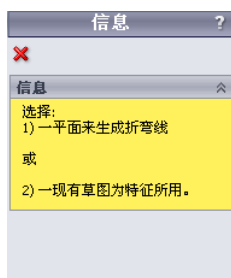

图 9-81 绘制的折弯提示信息
① 选择菜单栏中的“插入”→“钣金”→“绘制的折弯”命令，或者单击“钣金”工具栏中的“绘制的折弯”图标。系统提示选择平面来生成折弯线和选择现有草图作为特征所用，如图 9-81 所示。如果没有绘制好草图，可以首先选择基准面绘制一条直线；如果已经绘制好了草图，可以单击鼠标选择绘制好的直线，弹出“绘制的折弯”特征管理器，如图 9-82 所示。